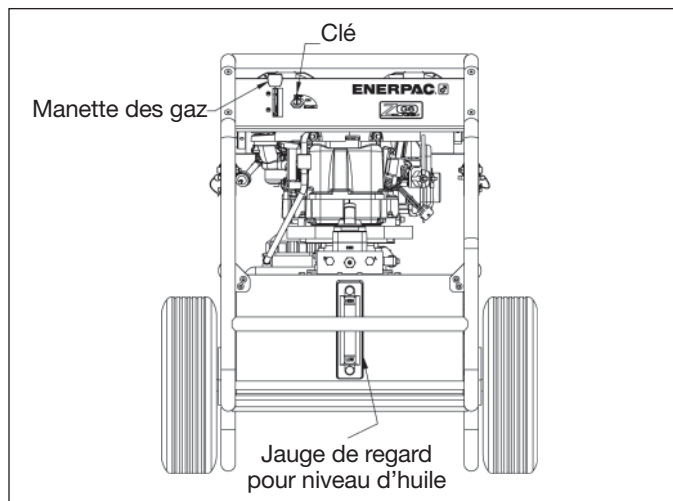

Figure 6
- c. Baisser les gaz jusqu'au cran d'arrêt pour une performance optimale. Il est possible de mettre la manette des gaz sous le cran d'arrêt pour obtenir un ralenti. (Voir la figure 6)